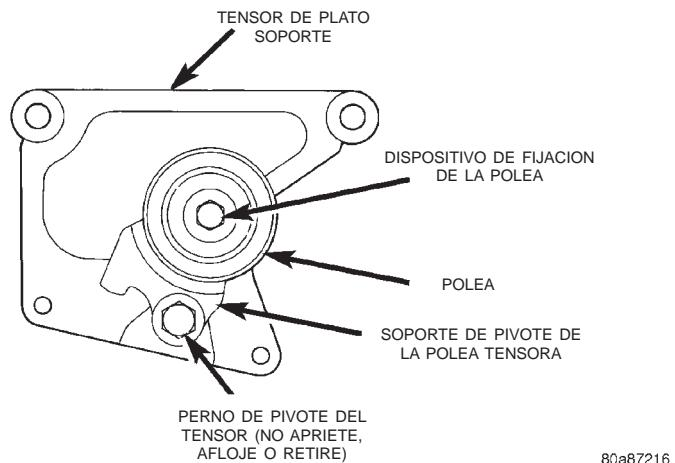

Fig. 42 Conjunto de la polea tensora
(1) Retire las correas de transmisión de los accesorios. Para informarse sobre el procedimiento, consulte el Grupo 7, Sistema de refrigeración.
(2) Eleve el vehículo sobre un elevador y retire el zócalo interno derecho.
(3) Retire el perno del amortiguador del cigüeñal. Consulte el procedimiento descrito en esta sección en Amortiguador de cigüeñal.
(4) Baje el vehículo.
(5) Apoye el motor en un gato y retire el soporte derecho del motor. Consulte el procedimiento detallado en esta sección.
(6) Retire el conjunto de bomba de la dirección asistida y colóquelo aparte.
(7) Retire los dispositivos de sujeción de la tapa de la correa de distribución y el soporte de instalación del motor, retire la tapa.
(8) Alinee las marcas de reglaje de árbol de levas. Afloje los dispositivos de fijación del tensor de la correa de distribución y retira la correa de distribución.
**PRECAUCION:** No afloje, apriete o retire el perno de pivot del tensor (Fig. 42).